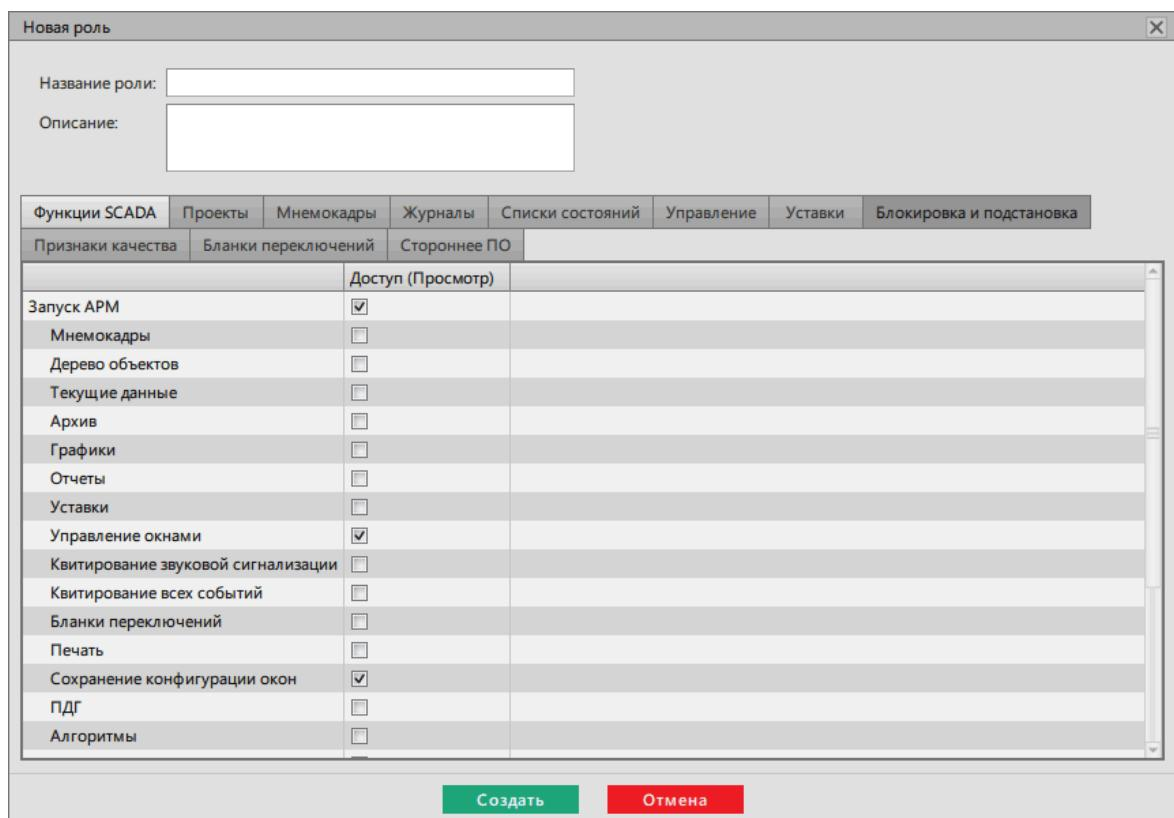

Рисунок 190 - Создание новой роли
1. Нажмите на кнопку **Создать новую роль**. Откроется окно создания новой роли (Рисунок 190).